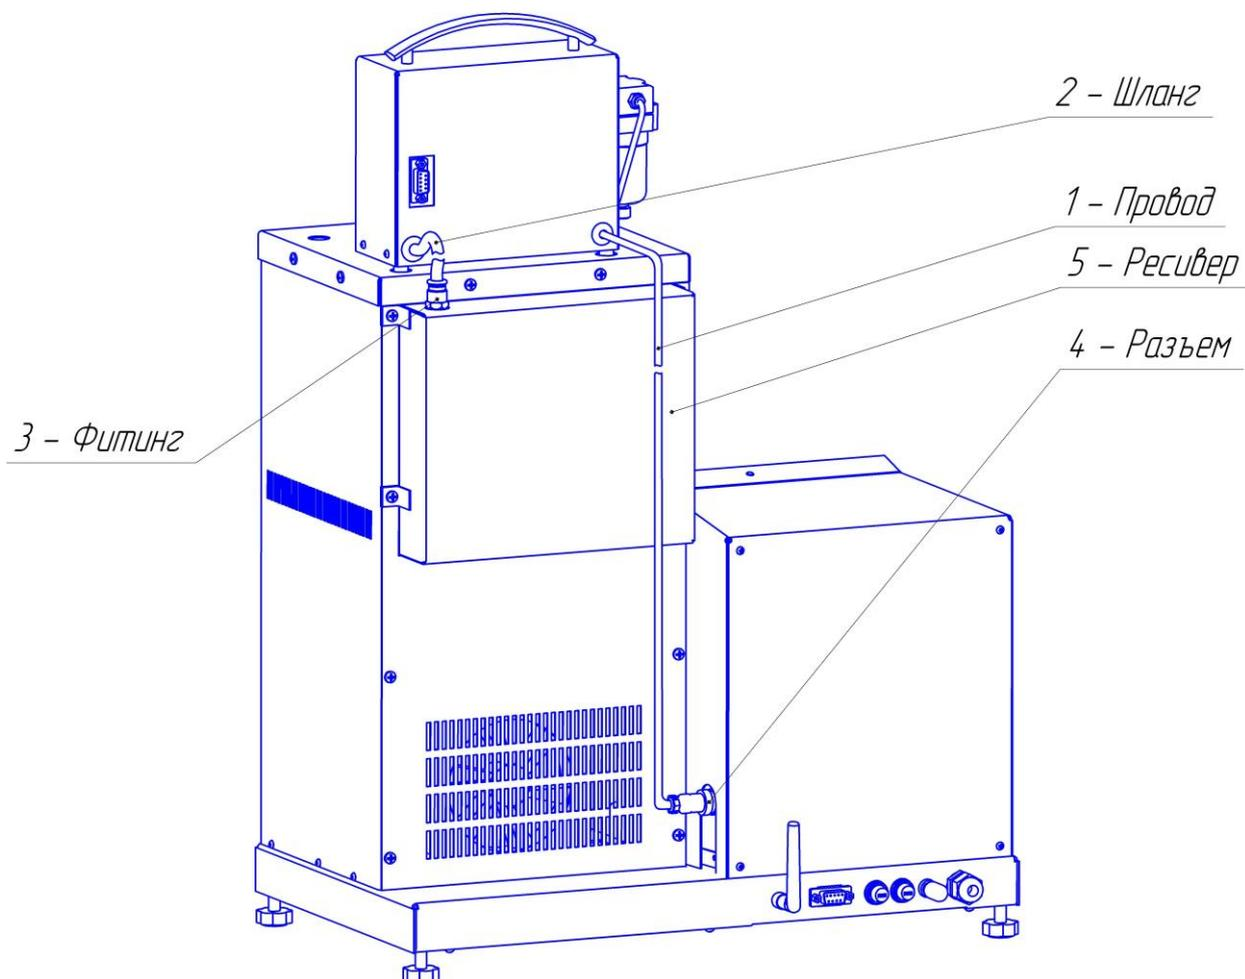

Рисунок 5 – Вид аппарата сзади
4.3.1 Проверить наличие соединения технологического блока с блоком управления (рисунок 5).